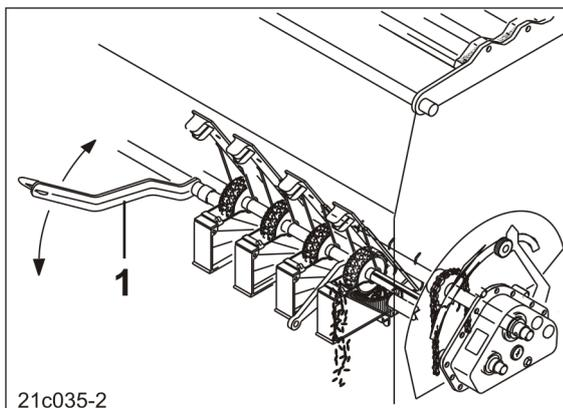

Рис. 150
4. Установите рычаг клапана высевной коробки (Рис. 150/1) в положение от 1 до 4.